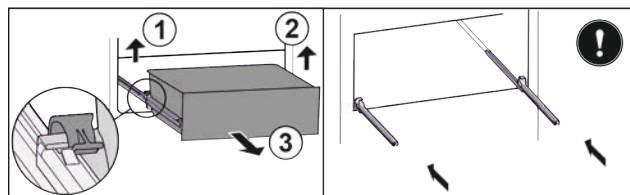

Fig. 26
- ▶ Приподнимите левый зажим и одновременно вытяните движением вперед выдвижной ящик слева Fig. 26 (1).
- ▶ Приподнимите правый зажим и одновременно вытяните движением вперед выдвижной ящик справа Fig. 26 (2).
- ▶ Извлеките выдвижной ящик движением вперед Fig. 26 (3).